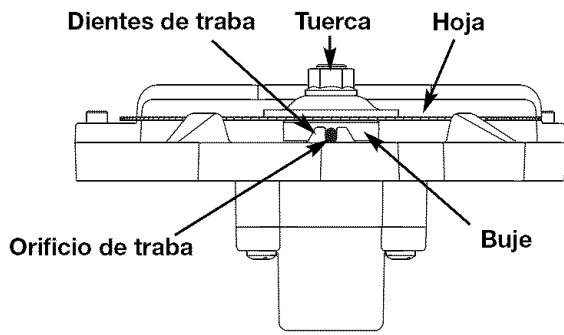

Fig. 10
3. Gire la unidad de manera que mire al extremo de la misma (Fig. 10).
4. Haga girar la hoja hasta que uno de los orificios de traba del buje que se encuentra debajo de la hoja quede alineado entre los dientes de traba (Fig. 10).
5. Inserte el extremo largo de la llave Allen provista entre los dientes de traba y el orificio de traba (Fig. 10).